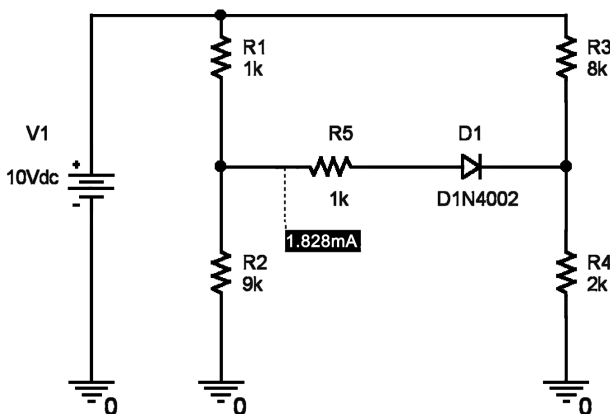

Рис. 5.2. Результат расчета исходной схемы
1. Промоделируем данную схему на постоянном токе с помощью программы Capture. Для этого соберем схему, проведем расчет переходного процесса (Time Domain), затем выведем результаты расчета по постоянному току, для чего из меню PSpice выберем пункты Bias Points → Enable, затем на панели инструментов нажмем кнопку «I». Результаты моделирования приведены на рис. 5.2. (На этом рисунке значения всех токов, кроме интересующего, убраны). Видим, что при данных параметрах ток через диод составляет 1,828 мА.